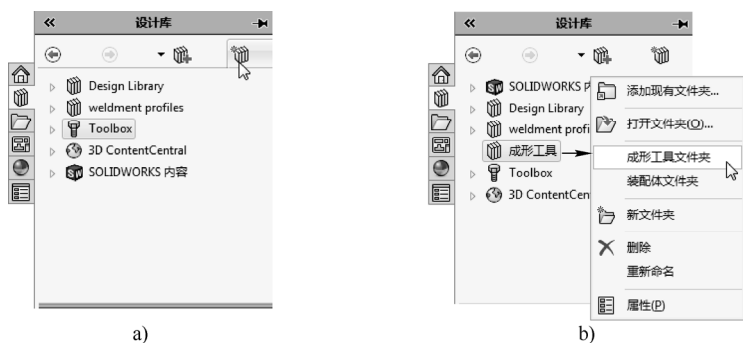

图 8-46 定义成形工具
STEP 7 单击右侧“设计库”中的“添加文件位置”按钮，在弹出的对话框中选择并添加本书素材文件夹，再右击添加的文件位置，在弹出的快捷菜单中选择“成形工具文件夹”菜单项，将此文件夹设置为“成形工具”文件夹，如图 8-46 所示。